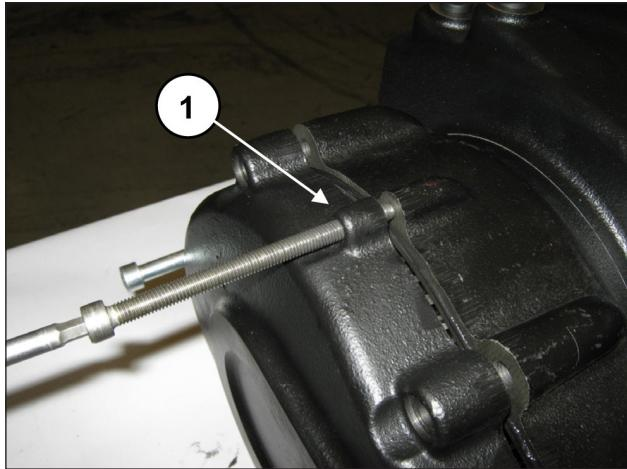

Рис. 6
Постепенно затягивайте 3 винта M8 (поз. ①, Рис. 6), играющие роль съемников, до полного снятия крышки с шестерней.